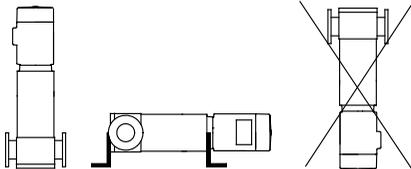

Fig. 2 Posicionamento da bomba
- Instale sempre a bomba com o motor acima da mesma para evitar sobreaquecimento dos rolamentos do motor. Consulte a fig. 2.